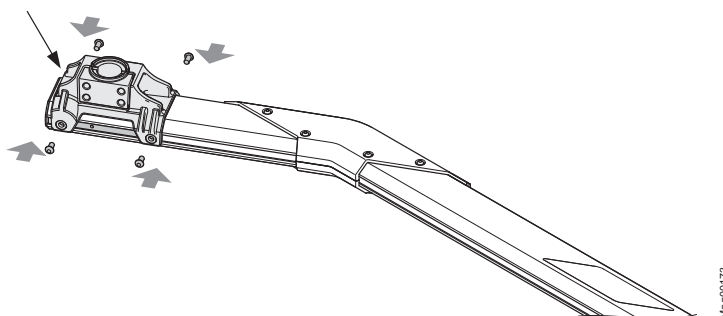

Imagen 29: Montar la brida
17. Montar la brida en el otro lado del brazo de la barrera. Tener en cuenta la posición de las dos tuercas correderas en ranura. La convexidad más corta de la brida debe apuntar hacia el extremo del brazo de la barrera. → Véase también la página 73, Imagen 29.